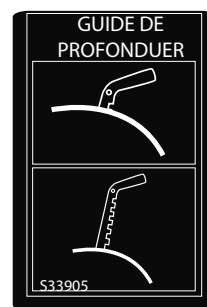

Figure 13
3. Déplacez le levier de réglage de la profondeur complètement vers le bas à la position de transport pour que les dents ne touchent pas le sol. Pour changer le réglage de la hauteur, tirez sur le levier de réglage de la hauteur (A) et vers le haut ou vers le bas (B), ensuite relâchez-le à la position voulue. Voir Figure 13 et 14.